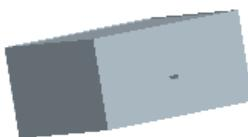

图 27.19 着色后的体积块（一）
Step6. 在“属性”对话框输入名称 **SLIDE_BODY**，单击 **着色** 按钮，着色后的模型如图 27.19 所示。单击 **确定** 按钮。